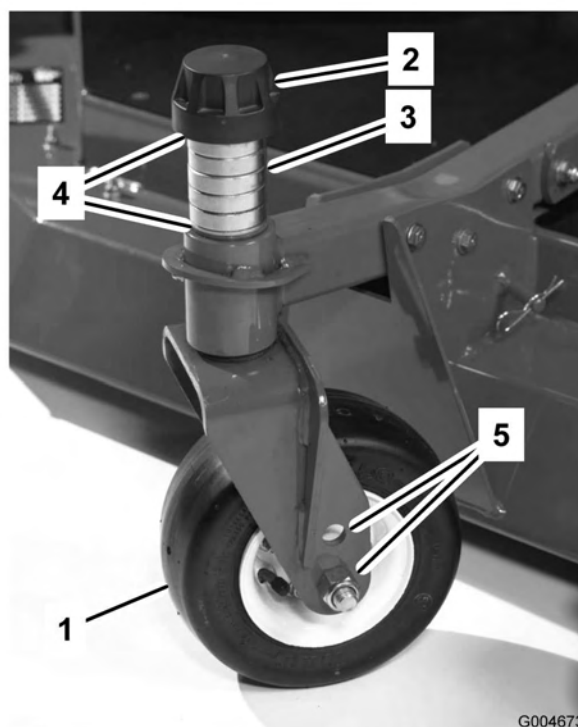

Figura 14
3. Togliete il cappuccio di tensione dall'asse del perno (Figura 14) ed estraete il perno dal braccio della ruota orientabile. Montate i due spessori (3 mm) sull'asse dei perni, come erano montati in origine. Questi spessori servono per ottenere un livellamento sull'intera larghezza degli apparati di taglio. Mettete il numero opportuno di distanziali da 13 mm (vedi seguente tabella) sull'asse del perno, fino ad ottenere l'altezza di taglio richiesta, quindi montate la rondella sul perno.